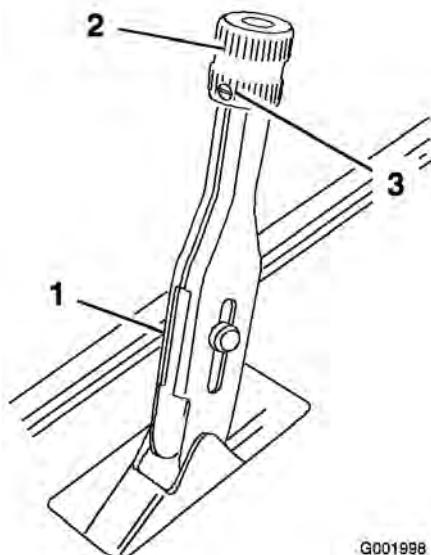

図 61
1. ブレーキ・レバーに調整ノブを固定している固定ネジをゆるめる(図 61)。